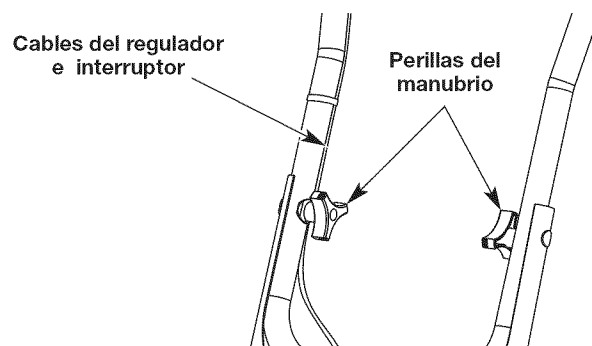

Fig. 3
NOTA: Tenga cuidado de no pellizcar el cable del regulador o confundir los cables al situar los manubrios (Fig. 3).
5. Apriete la perilla del manubrio para fijarlo en su lugar (Fig. 3).